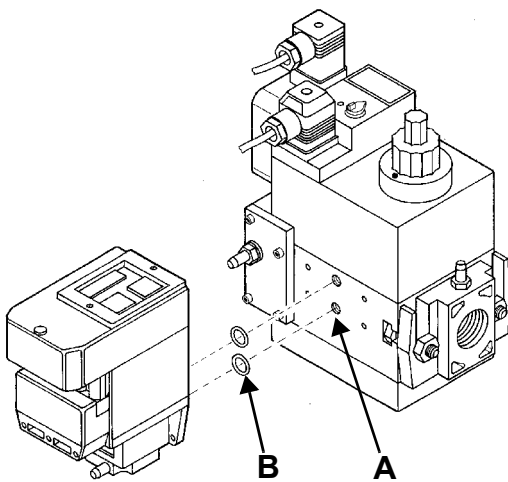

Рис. 57
- 3). снять крепежные винты группы Multibloc (Рис. 57-А)
- 4). вставить уплотнительные кольца (10,5x2,25) в VPS 504 (Рис. 57-В)
- 5). закрутить 4 винта блока контроля герметичности (M4x16) Рис. 57-С.